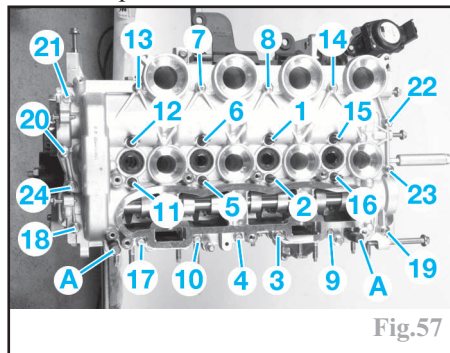

Fig.57
- reposer le carter supérieur de paliers d'arbre à cames sur la culasse en le centrant à l'aide de deux piges (outil réf (-). 0194-N) (A) (Fig.57) introduites dans les trous prévus à cet effet.
-approcher puis serrer progressivement les vis de fixation dans l'ordre indiqué (Fig.57).
-déposer les deux piges (A).